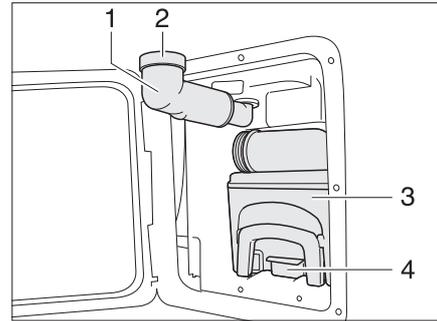

Bild 157 Thetford-Kassette
- Frischwasser-Einfüllstutzen (Bild 157,1) nach außen schwenken.
- Schraubkappe (Bild 157,2) abnehmen.